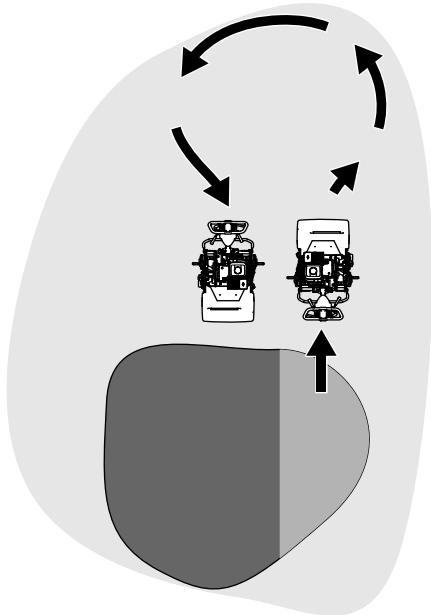

Figura 23
- Retire a máquina do gramado levantando a bobina de corte (empurrando o guidão para baixo) e executando uma volta em forma de gota no tambor de tração (Figura 23).
1. Localize a alavanca de engate de tração na caixa de câmbio da transmissão (Figura 23).